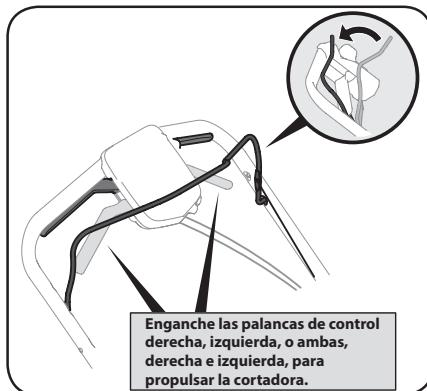

Figura 3-2
1. Una vez que el motor esté funcionando y mientras sigue oprimiendo el control de la cuchilla, apriete cualquiera de los controles de la transmisión (o ambos) contra la manija superior para impulsar la cortadora. Vea la Figura 3-2.